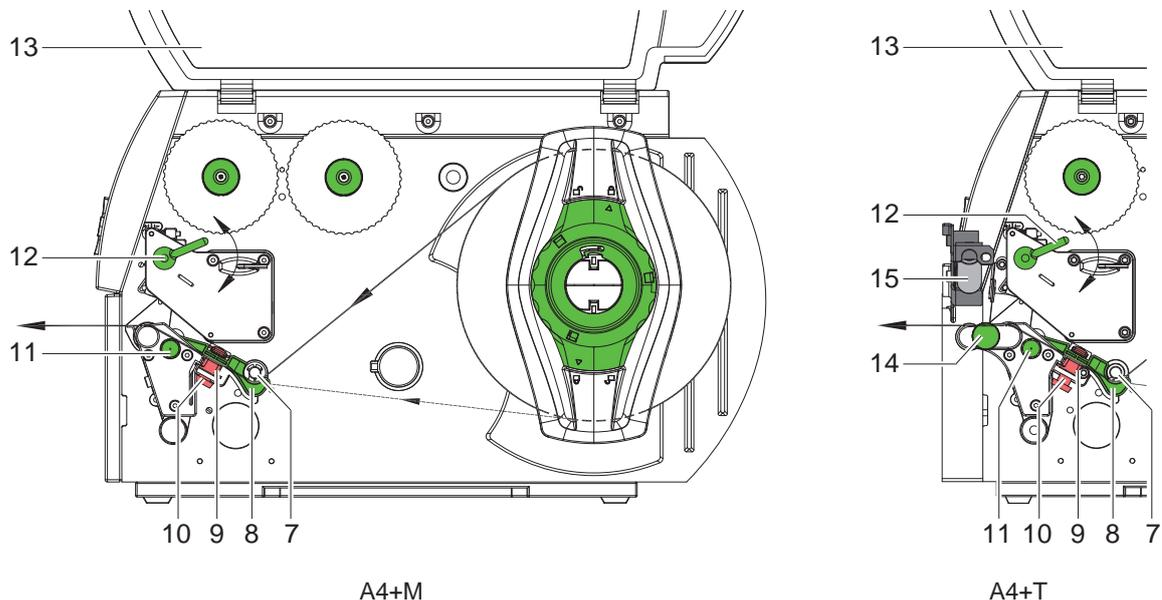

Figure 8 Insérer le rouleau d'étiquettes
- ▶ Dévisser légèrement le bouton moleté (10, Figure 8) et positionner la cellule de détection d'étiquettes en poussant légèrement le bouton moleté afin que le capteur puisse repérer un échenillage, un marquage au dos ou une perforation.
- ▶ Tourner le levier (12) dans le sens des aiguilles d'une montre pour bloquer la tête d'impression.